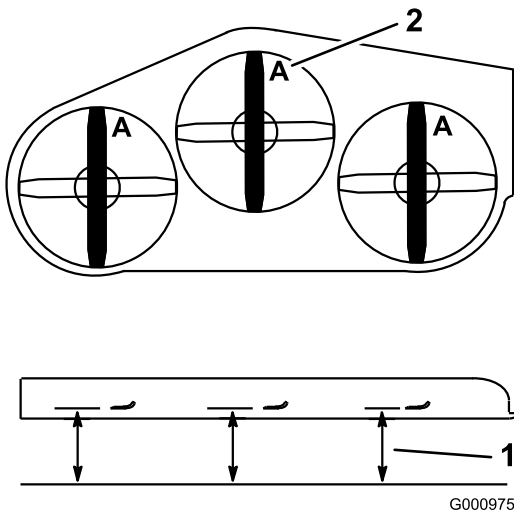
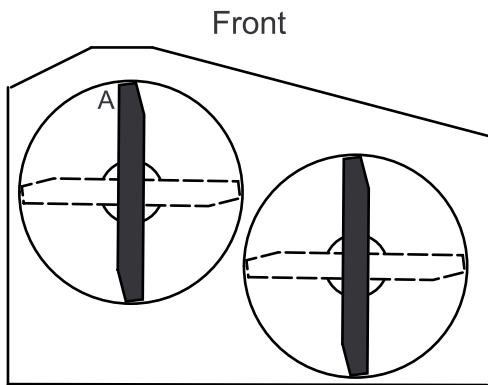

Figure 87
Figure 88
3. Placez la machine sur une surface plane, et tournez une lame dans le sens longitudinal. Mesurez au point **A** et entre la surface plane et le bord coupant des pointes des lames (Figure 87) Pour les plateaux de coupe de 36 pouces, reportez-vous à la Figure 88.